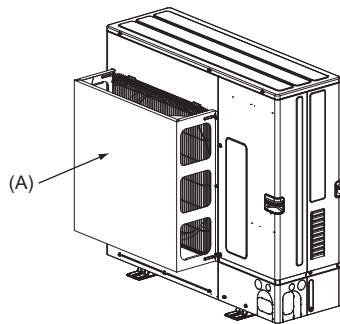

Fig. 2-5
- (2) Si la unidad está situada en un lugar expuesto a vientos fuertes (como huracanes, etc.) que puedan entrar en la salida de aire, coloque una guía de protección de aire opcional. (Fig. 2-5)